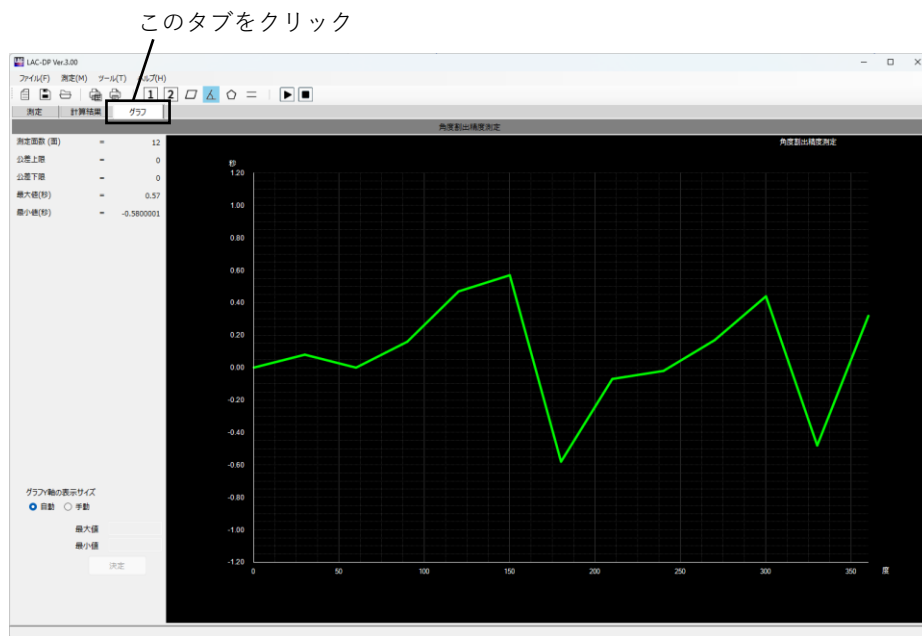

図 5-5-6
5.5.2で行った計算結果を「グラフ」で表示します。[グラフ]タブをクリックすると「グラフ」が表示されます。(図5-5-6)